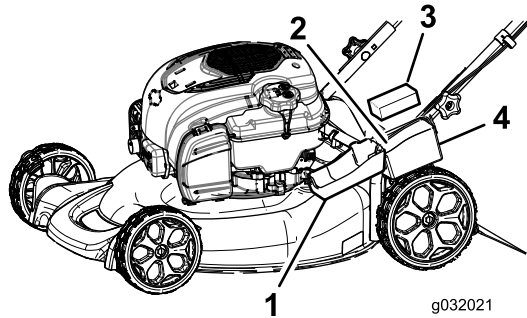

Figure 23
1. Déclipsez le couvercle de la batterie et déposez-le (Figure 23).